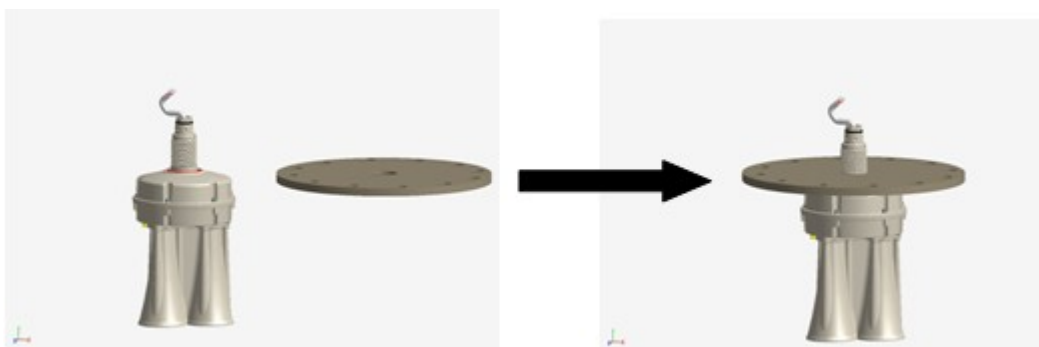

Рисунок 7 Установите фланец
3. Установите фланец на соединительную трубку (см. Рисунок 7).